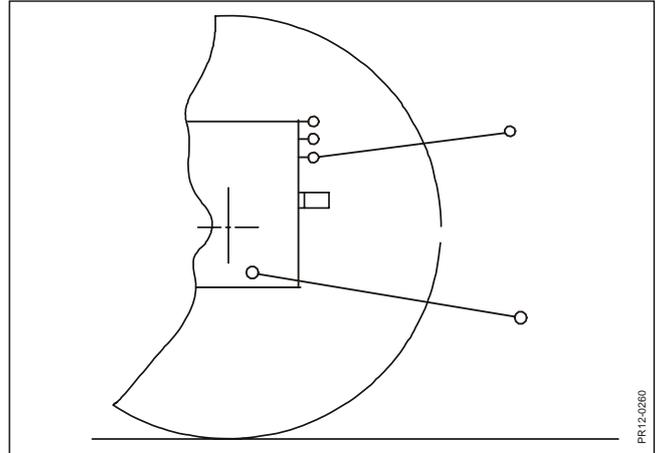

Fig. 2-14
- Fig. 2-14:** Den Oberlenker anbauen. Erst mit einer niedrigen Plazierung auf der Schlepperseite mit Rücksicht auf späteren An- und Abbau der Maschine versuchen.